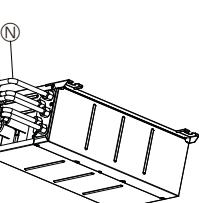

Fig. 8-7
- Pour partager les câbles de chaque bloc raccordement en 2 embranchements en dehors du boîtier de dérivation, utilisez les conduits de câblage à 2 embranchements (N). (Fig. 8-7)